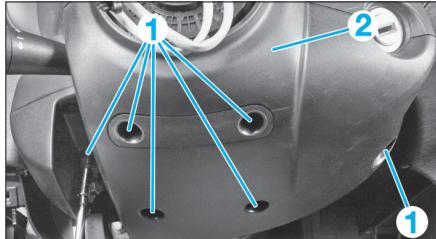
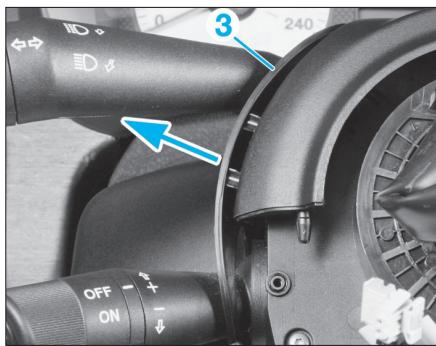

FIG. 3
FIG. 4
- Déposer les vis (1) de la garniture inférieure (2) de la colonne de direction (**Fig.3**).
- Déclipser la garniture inférieure (2) et la déposer.
- Déclipser la garniture latérale (3) de commande de clignotant (**Fig.4**).